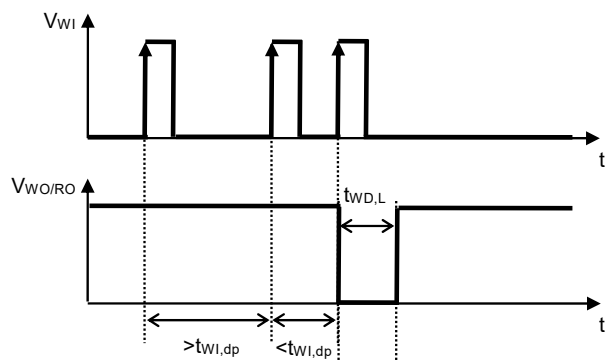

图9 看门狗双脉冲检测时间
- *3. 从看门狗定时器开始进行触发信号检测后，在 $t_{WI,dp}$ 期间再次检测到触发，到WO / RO端子输出变化为 "L" 为止的时间 (参阅图9)。此值可以通过 C_{DLY} 的电容值进行更改。